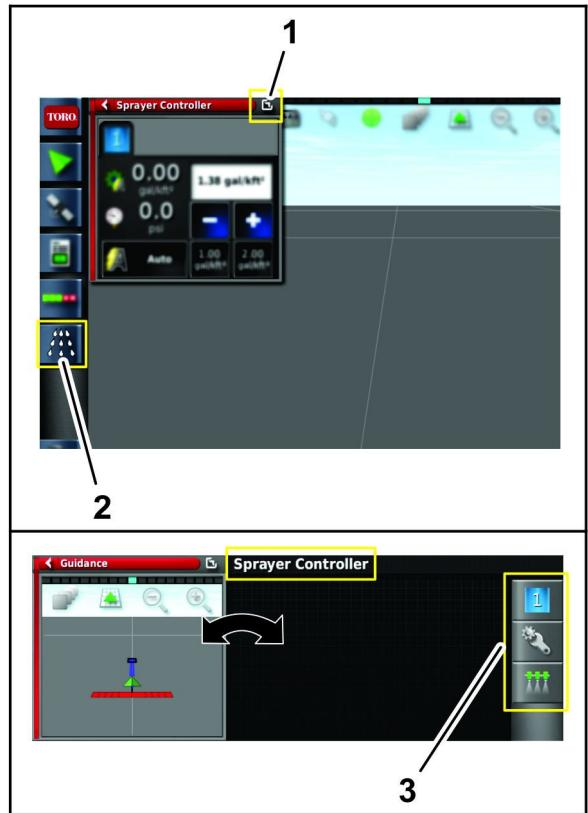

图 177
- 5. 按打药车控制器图标 图 177。
- 5. 按打药车控制器子菜单中的配置图标以显示配置菜单 图 177。
9. 按开关窗口图标返回打药车控制器菜单 图 177。